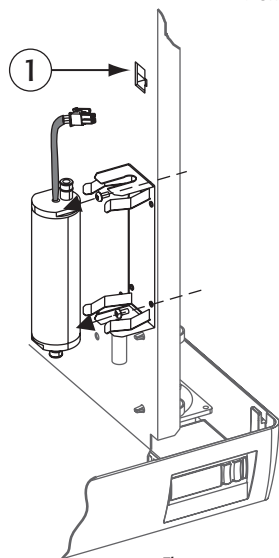

Fig. 1
1. Disconnect the cable from the level sensor. Disconnect the water hoses. Release the level sensor from the partition in the structure (Fig. 1)
- complete the operations shown in Figs. 1 and 2;
Se i collegamenti del sensore di livello sono come al punto 1 in Fig. 1 procedere come segue:
Sconnettere il cavo dal connettore Q (1), posto sul divisorio della macchina. Tagliare il tubo del sensore di livello in prossimità dell'imbocco del collettore avendo cura di lasciarne uno spezzone inserito nel collettore della stessa lunghezza del collettore stesso (Fig. 3 punto 4 e 5). Togliere la staffa di fissaggio svitando le viti (Fig. 1);